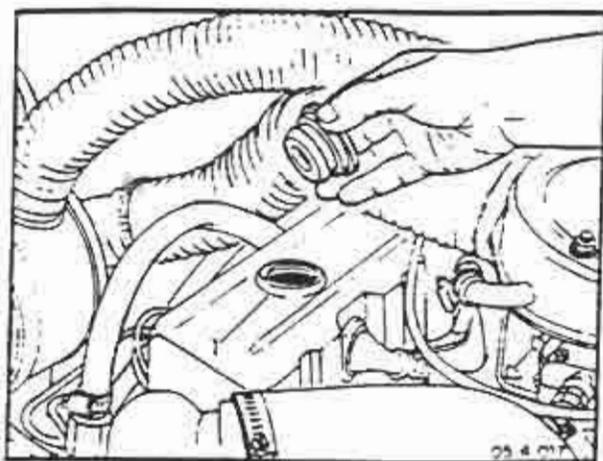

FIGURA 3
3. Remover o bujão de escoamento (1) e deixar escoar todo o óleo lubrificante.
6. Abrir o bocal de abastecimento (2) localizado na parte superior e abastecer o motor com o novo óleo (figura 3).